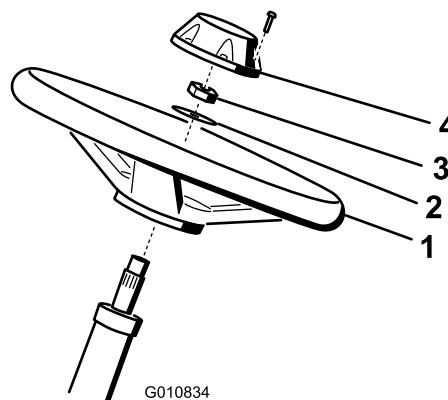

Figura 3
1. Glisai volanul pe arborele de direcție (Figura 3).
2. Glisai aiba pe arborele de direcție (Figura 3).
3. Fixai volanul pe arborele de direcție (Figura 3) cu o contrapiuliță i strângei-o la un cuplu de 27 - 35 Nm.
4. Montai capacul la volan i fixai-l cu un urub (Figura 3).